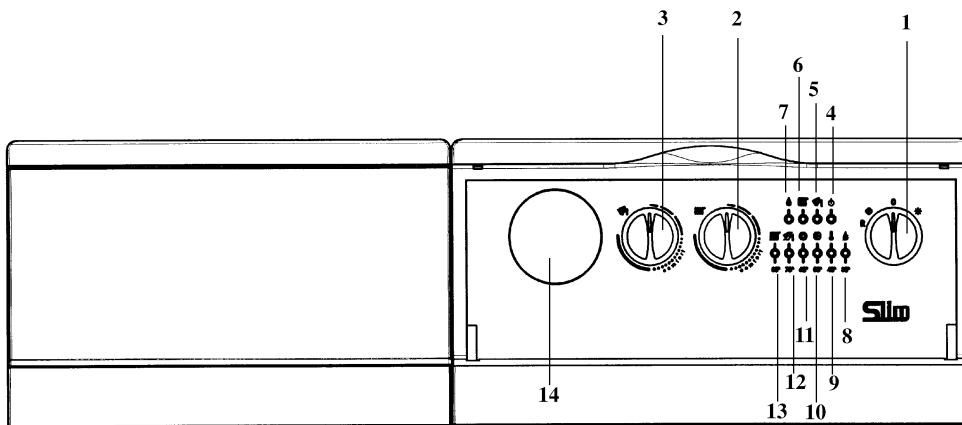

Рис. 1: Панель управления котла
- установить переключатель режимов «лето - зима» (рис. 1, позиция 1) в нужный режим;
- установить регулятор температуры воды в системе отопления (рис.1, позиция 2) на нужное значение;
- установить регулятор температуры воды в бойлере (рис.1, позиция 3) на нужное значение;
Режим работы в системе ГВС может быть исключен путем установки регулятора температуры воды в бойлере (рис.1, позиция 3) на минимальное значение, необходимое для защиты бойлера от замерзания.
Режим работы в системе ГВС можно исключить, установив ручку (рис.1, позиция 3) в положение минимума, что соответствует работе бойлера в режиме "антизаморозки".
**Важная информация:** при переключателе режимов «лето - зима» (рис. 1, позиция 1), установленном в положении «зима» , перед каждым очередным включением котла по сигналу регулятора системы отопления установлена задержка на несколько минут (для того чтобы избежать частых включений/выключений). Для того чтобы горелка включилась сразу, переведите переключатель в положение (0), а затем снова установите режим «зима».
- установить переключатель режимов лето-зима (рис.1, позиция 1), в положение "лето";
- установить регулятор температуры воды в бойлере (рис.1, позиция 3) на нужное значение.
**Внимание!** При первом включении внутри трубы подачи газа могут образоваться воздушные пробки. В таких случаях горелка не будет включаться и произойдет блокировка котла по газу (загорается красная лампочка блокировки котла - рис. 1, позиция 8). При возникновении данной проблемы повторите процесс включения котла до поступления газа в горелку, кратковременно установив перед включением переключатель режимов (рис. 1, позиция 1) в положение R (сброс).
Данное устройство может быть снабжено комнатным терmostатом для контроля температуры отапливаемого помещения. В этом случае регулятор температуры воды в системе отопления (рис.1, поз. 2) устанавливается в максимальное положение, а сигналы на включение и выключение котла поступают от комнатного терmostата.
При отсутствии комнатного терmostата температура помещения регулируется косвенным образом при помощи регулятора температуры воды в системе отопления (рис.1, поз. 2); при таких условиях насос системы отопления работает постоянно. Для увеличения температуры повернуть регулятор по часовой стрелке, для уменьшения - против часовой стрелки.
- Установить переключатель режимов (рис. 1, поз. 1) в положение «лето» ☀. В этом случае котел будет работать только на контур ГВС.
- Установить переключатель режимов (рис. 1, поз. 1) в положение (0), проследив, чтобы лампочка-индикатор (рис. 1, позиция 2) погасла; таким образом прекращается подача электричества на котел.
Регулятор температуры воды в бойлере (рис. 1, поз. 3) может использоваться только при наличии накопительного бойлера. В этом случае возможно отрегулировать температуру воды контура ГВС, установив регулятор на нужное значение.
Приоритет ГВС можно отключить установив регулятор (рис. 1, поз. 3) на минимальное значение в соответствии с функцией защиты от замерзания воды в бойлере.
- переключатель режимов (рис.1, позиция 1) не установлен в положение (0);
Если Вы не хотите нагревать воду в бойлере, переведите регулятор температуры горячей воды (рис.1, позиция 3) на минимальное значение (0); электронная система управления проследит за тем, чтобы температура не опускалась ниже 5°C.